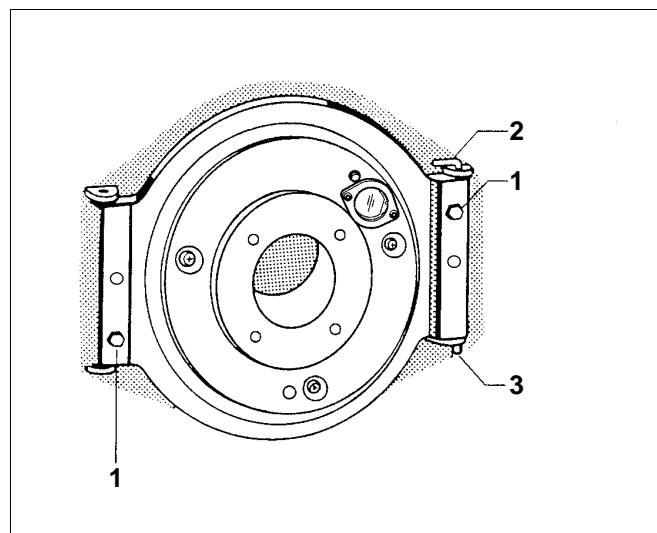

Рис. 21 Дверца горелки
- Установите дверцу горелки (рис. 21).
- Откройте дверцу горелки и выньте шарнирную ось (рис. 21, **поз. 2**).
- Переставьте справа налево нижний штифт (рис. 21, **поз. 3**) в дверце горелки.
- Подвесьте дверцу горелки на штифте (рис. 21, **поз. 3**) в нижней шарнирной скобе и закрепите, установив шарнирную ось (рис. 21, **поз. 2**) в верхнюю шарнирную скобу.
- Закройте дверцу горелки и закрепите болтами (рис. 21, **поз. 1**) – момент затяжки 10, макс. 15 Нм.
Экспликация к рис. 21